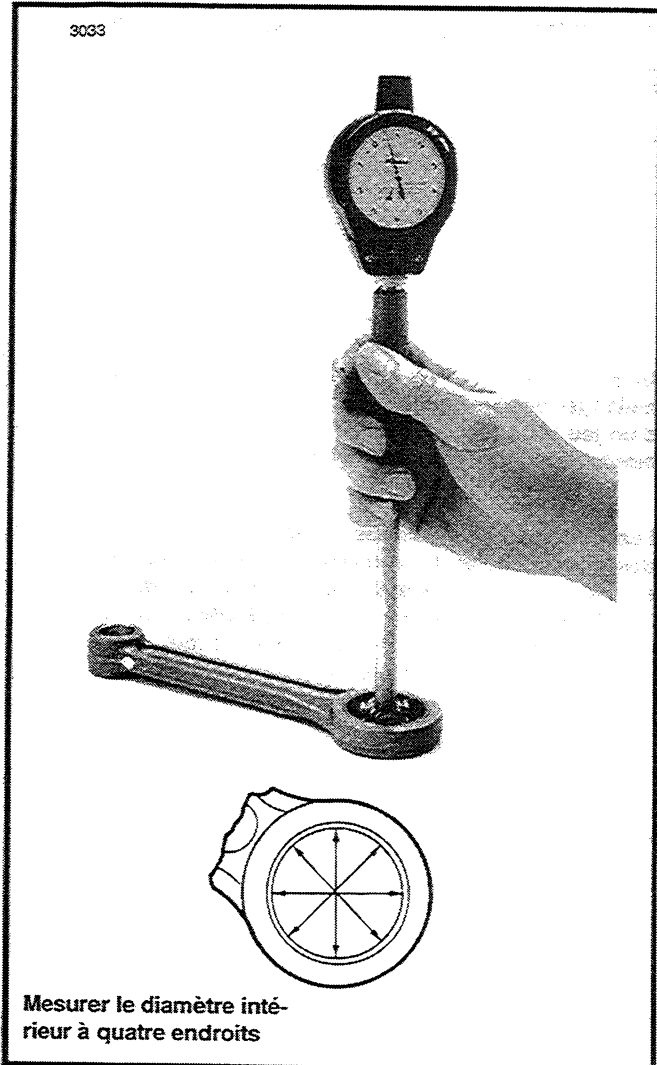

Figure 3-71. Mesure du diamètre intérieur des bagues de bielles
1. Voir Figure 3-71. Mesurez le diamètre intérieur des bagues de bielles rectifiées avec une jauge d'alésage graduée en 0.0001 po. (0.0025 mm) à quatre endroits (voir Figure) et notez les mesures. Si un des diamètres dépasse la Limite d'usure (1.6270 po. (41.326 mm)), remplacez les bagues ou la bielle. Si le diamètre de la bague est inférieur à 1.6270 po. (41.326 mm), continuez la procédure comme suit :